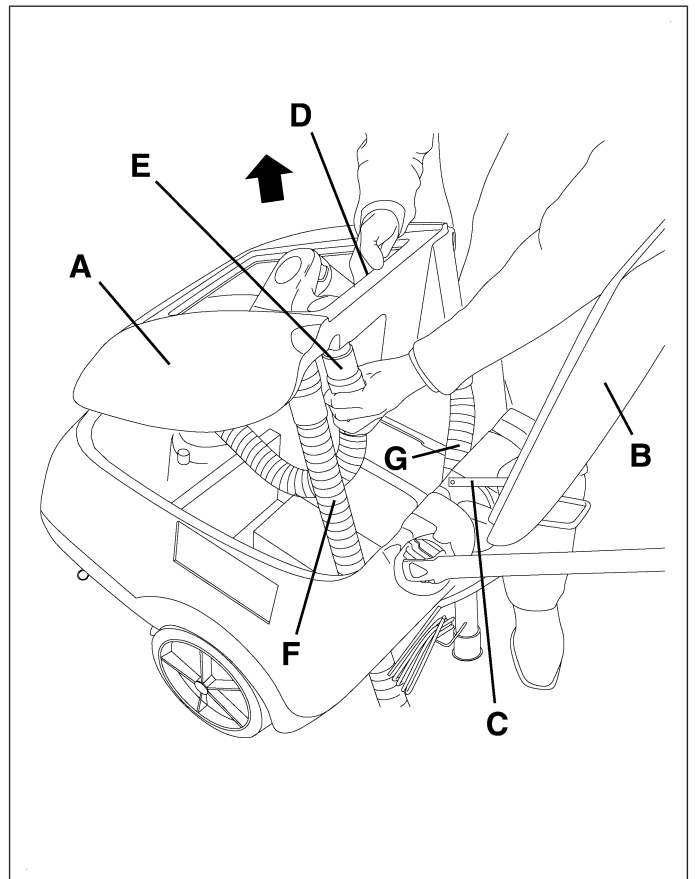

Figure 23
Para controlar las baterías o para otras operaciones, puede ser necesario quitar el depósito del agua de recuperación (A, Fig. 23) mediante el procedimiento siguiente.
1. Vaciar el depósito (A, Fig. 23) como indicado en el párrafo específico.
6. Abrir la tapa (B, Fig. 23) e insertar el soporte (C) de la tapa.
7. Empuñar el depósito del agua de recuperación (A, Fig. 23) en el área (D) y levantarlo ligeramente como muestra la figura.
8. Desconectar del depósito el tubo de aspiración (E, Fig. 23), luego quitar el depósito (A) junto a los tubos (F) y (G).
2. Desconectar los terminales negativos de las baterías tras haber quitado el depósito del agua de recuperación (A, Fig. 23) como indicado en el párrafo anterior.
3. Reinstalar el depósito del agua de recuperación (A, Fig. 23).